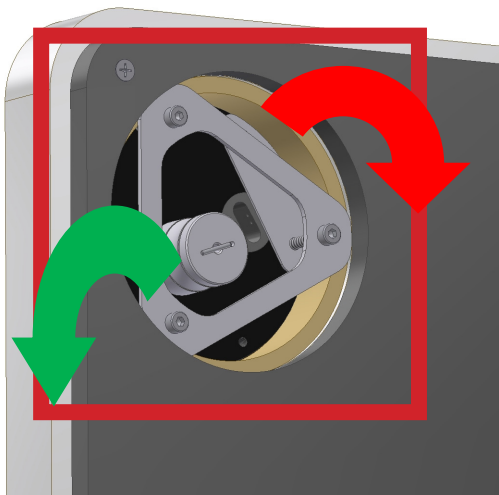

Abb. 1: Einstellung des Antiskating
1. Zum Einstellen des Antiskating befindet sich auf der Unterseite des Laufwerks bzw. am Tonarmfuß eine Einstellschraube (siehe Abb.1). Der Tonarm wird vom Hause **clearaudio** aus mit einer Auflagekraft von **2,4 gr. (+/- 0,2 gr.) für MM-Tonabnehmer** und **2,2 gr. (+/- 0,2 gr.) für MC-Tonabnehmer** eingestellt.
- MM – Modell eine (1) Umdrehung gegen den Uhrzeigersinn drehen
- MC – Modell zwei (2) Umdrehungen gegen den Uhrzeigersinn drehen.